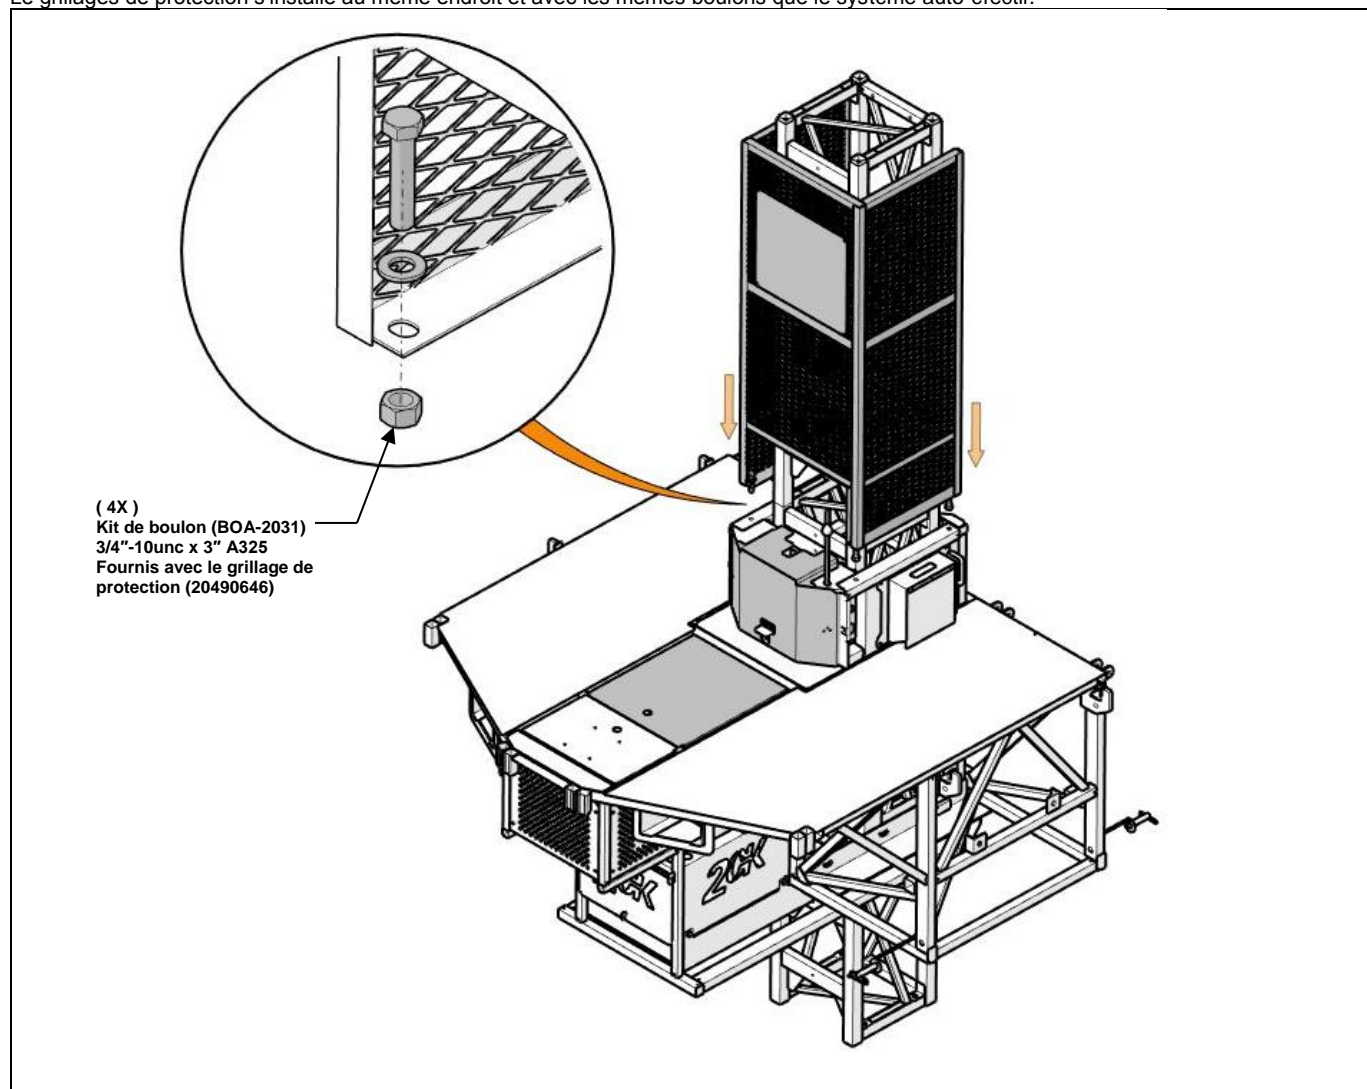

Figure 81 - Grillage de protection
- Abaissez finalement la plateforme jusqu'au sol et installez vos sections de ponts et porte-à-faux conformément aux instructions d'installation du **Chapitre D**. Terminez l'installation de la plateforme (ajoutez les raccords, garde-corps et autres accessoires restant...) et installez le grillage de protection sur l'unité élévatrice (voir Figure 81).
- Toujours avec la plateforme abaissée au sol, installez vos sections de pont et porte-à-faux conformément aux instructions d'installation du **Chapitre D**. Terminez l'installation de la plateforme (ajoutez les raccords, garde-corps et autres accessoires restant...) et installez le grillage de protection sur l'unité élévatrice (voir **Figure 81**).
- Abaissez finalement la plateforme jusqu'au sol et installez vos sections de pont et porte-à-faux conformément aux instructions d'installation du **Chapitre D**. Terminez l'installation de la plateforme (ajoutez les raccords, garde-corps et autres accessoires restant...) et installez le grillage de protection sur l'unité élévatrice (voir **Figure 81**).
- Au sol, installez vos sections de ponts et porte-à-faux conformément aux instructions d'installation du **Chapitre D**. Terminez l'installation de la plateforme (ajoutez les raccords, garde-corps et autres accessoires restant...) et installez le grillage de protection (voir Figure 81).
- Retirez le grillage de protection (voir Figure 81).